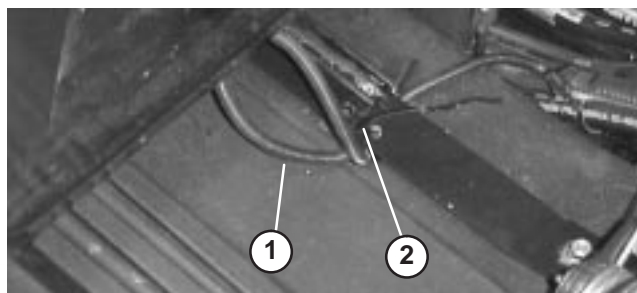

Figure 6
6. Pour le siège de luxe seulement, faites passer le fil du connecteur libre du contacteur du siège sous la bride de montage et fixez les deux fils au trou le plus éloigné de la bride (Fig. 6) à l'aide d'un serre-câble (le serre-câble fait partie du kit siège).